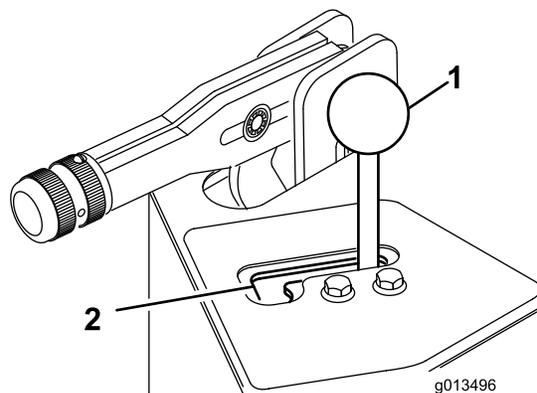

Figure 27
- Desserrez les vis et contre-écrous qui fixent le guide du levier (Figure 27) au carénage du régulateur.